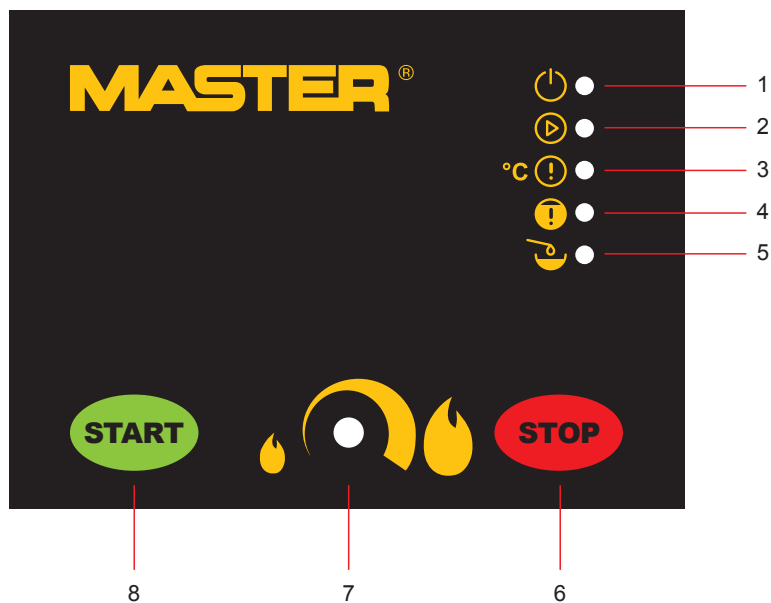

Fig. 3
- Fig. 3 Преден панел на контролния модул на нагревателя на универсално масло.